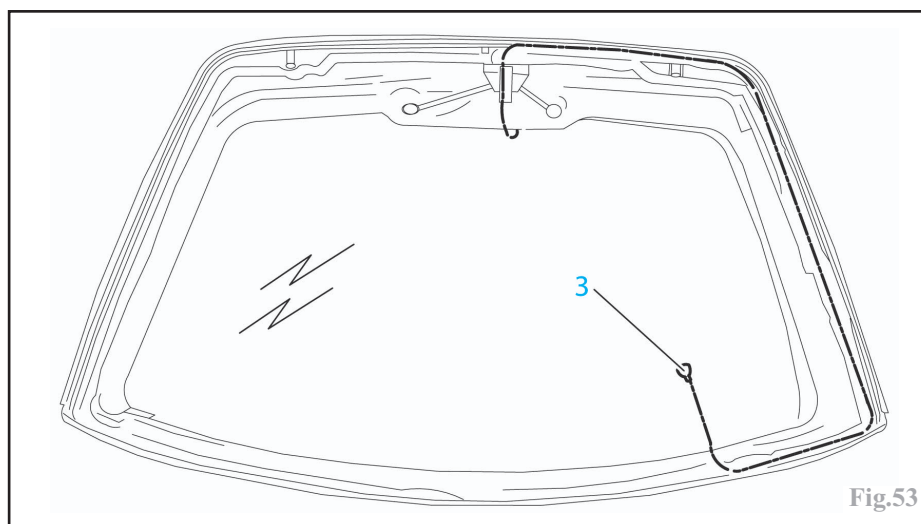

Fig.53
- poser le faisceau réparation (3) (le long du surmoulage de la lunette arrière) (Fig.53).